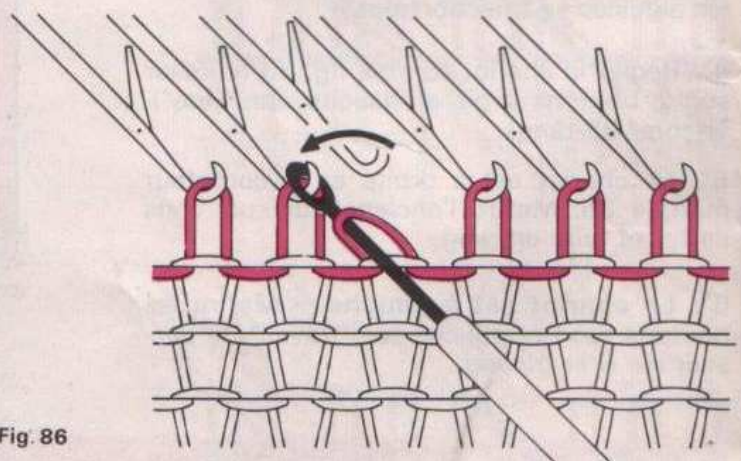

Fig 86
- Lever le poinçon pour le faire sortir du crochet de l'aiguille. Introduire le chas du poinçon dans le crochet de l'aiguille voisine. Relever le manche du poinçon jusqu'à ce que la maille glisse dans le crochet de cette aiguille (fig 86).